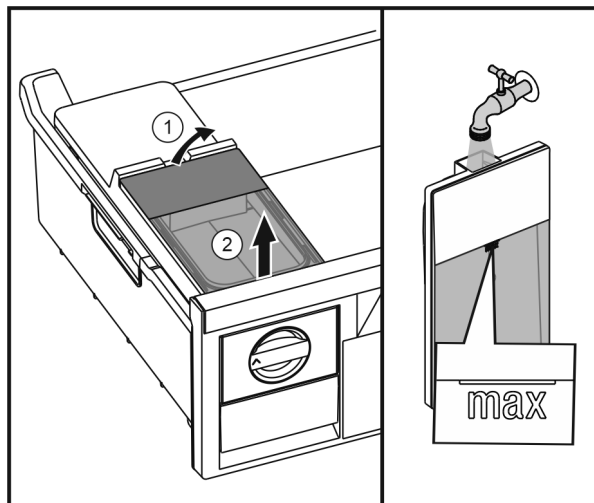

Fig. 29
- ▶ Sollevare il serbatoio dell'acqua da dietro Fig. 29 (1) e rimuoverlo sollevandolo Fig. 29 (2).